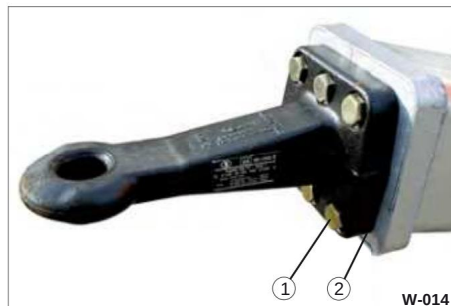

Bild 17 Zugsen-anstlutning
• Dra åt skruvbultarna (bild 17/1) korsvis.